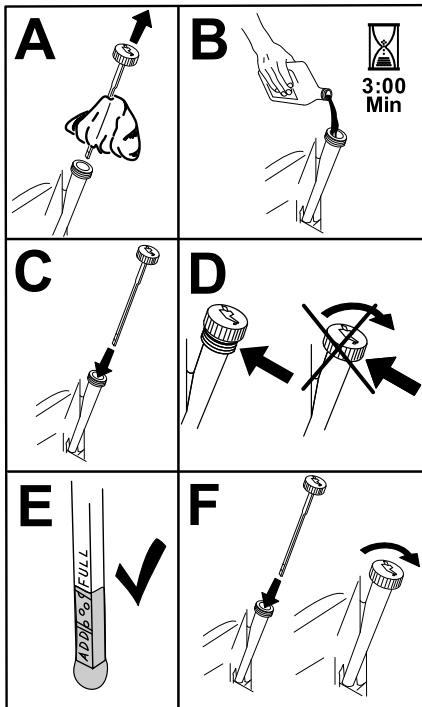

Figura 36
8. Vierta lentamente un 80 % aproximadamente del aceite especificado por el tubo de llenado, luego añada lentamente el resto del aceite hasta que llegue a la marca de **Lleno** (Figura 36).